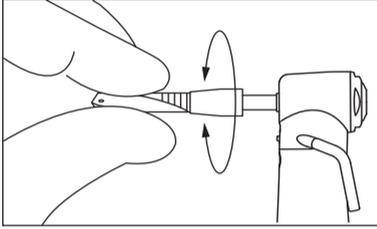

Fig. 2
- 2) Introduza e rode a ponta/broca ligeiramente até prender no mecanismo de engate (Fig. 2).